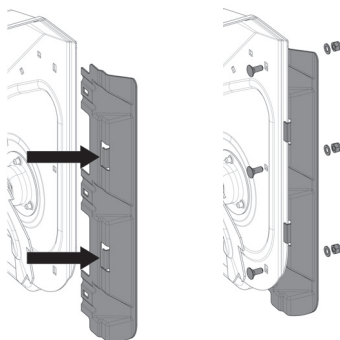

Рис. 15. Установка расширителей кожуха шнеков
- Смонтируйте расширители, установив зацепами на внутреннюю часть боковины кожуха. Обратите внимание, что скругление расширителя должно быть внизу (Рис. 15). Расширитель в местах зацепов устанавливается с усилием. При необходимости, воспользуйтесь резиновой киянкой.
- Совместите отверстия в расширителе и боковине кожуха шнеков, вставьте в квадратные отверстия в кожухе шнеков (изнутри кожуха) болты с полукруглой головкой М8×20, снаружи установите шайбы М8 и закрутите самопорящиеся гайки М8 с неметаллической втулкой, как показано на Рис. 15.